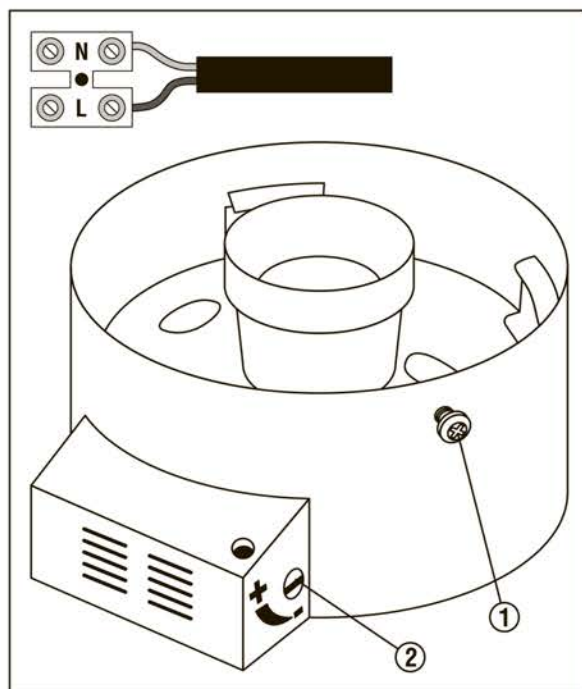

Рис. 1. Внешний вид светильника
- Подключите два сетевых провода к клеммной колодке, как показано на Рис. 1.
- Установите светорассеиватель, зафиксировав его стопорным винтом (1) (входит в комплект), Рис. 1.
Регулировка чувствительности акустического датчика осуществляется путем вращения с помощью отвертки соответствующего винта на корпусе изделия (2), Рис. 1. Вращение винта по часовой стрелке уменьшает чувствительность датчика, вращение против часовой стрелки-увеличивает.